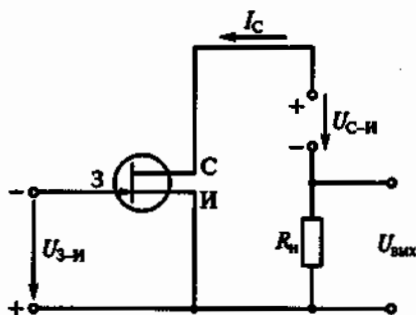

Рис. 186
7.25. Как изменится ток I_C стока при увеличении напряжения $U_{з-И}$ на затворе 3 полевого транзистора (рис. 186) относительно истока И?